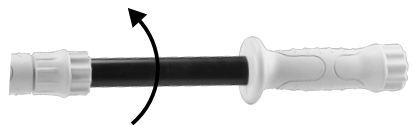

Fig. 8 – Instalación del tubo extensor
3. Gire la tuerca del adaptador del tubo extensor en el sentido de los punteros del reloj (Fig. 8).